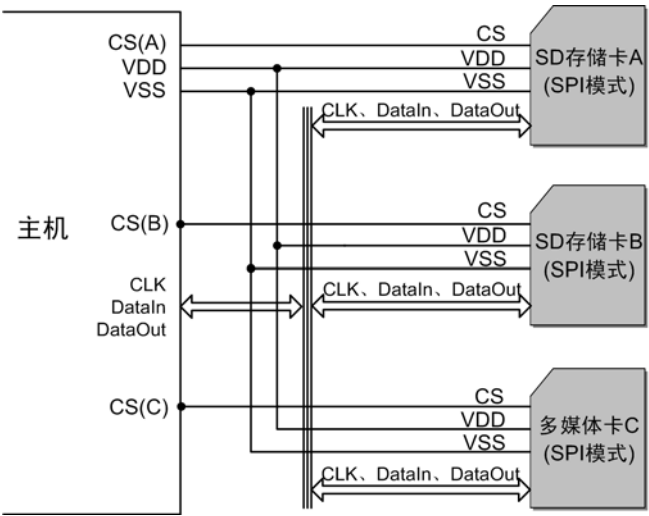

图 1.4 SD 存储卡系统 (SPI 模式) 的总线拓扑结构
SPI 总线以字节为单位进行数据传输, 所有数据令牌都是字节(8 位)的倍数, 而且字节通常与 CS 信号对齐。SD 卡存储卡系统如图 1.4 所示。
当主机外部连接有多张 SD 卡或 MMC 卡时，主机利用 CS 信号线对卡进行寻址。例如：在图 1.4 中，当主机需要向 SD 存储卡 A 传输数据或需要从该卡接收数据时，必须将 CS_(A) 置为低电平（同时其它卡的 CS 信号线必须置为高电平）。
由图 1.4 可见，当 SPI 总线上挂接 N 张卡时，需要 N 条 CS 片选线。